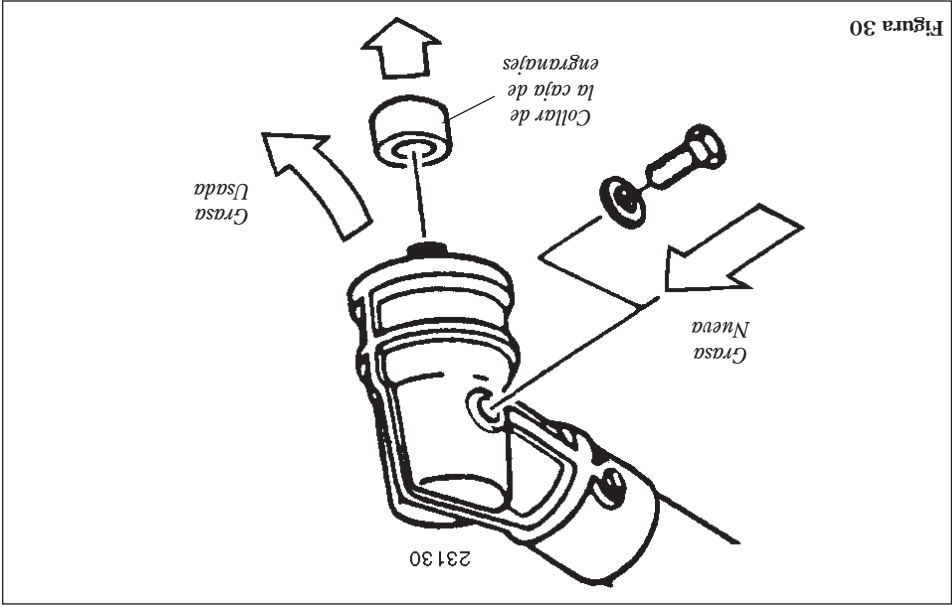

Figura 30
- Retire el accesorio de corte, el soporte del accesorio de corte y el collar de la caja de engranajes. Retire la tuerca del alimentador del costado de la caja de engranajes e introduzca grasa nueva a la caja hasta que la grasa usada salga. Use solamente grasa a base de litio, tal como grasa Shindaiwa para Caja de Engranajes o su equivalente. Consulte la figura 30.